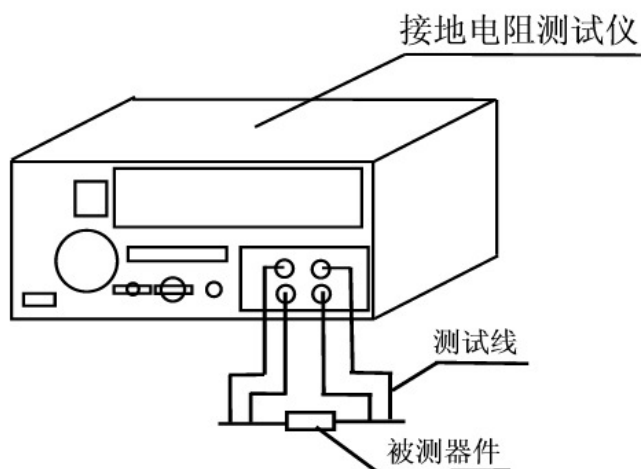

图 4
- 2、精确测试：如图 4 所示接线，四端测试线分别接到被测器件上。电阻检测测试线应在电流输出线连接端的内侧。